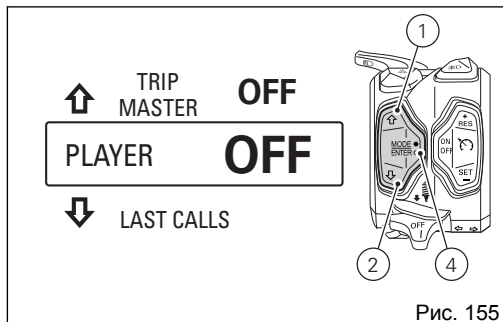
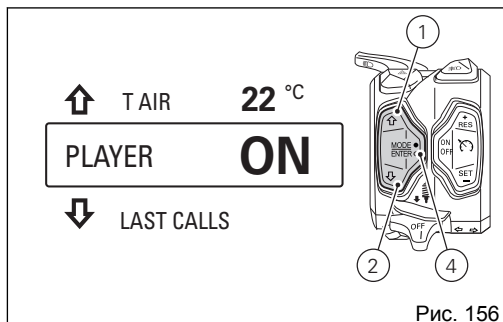
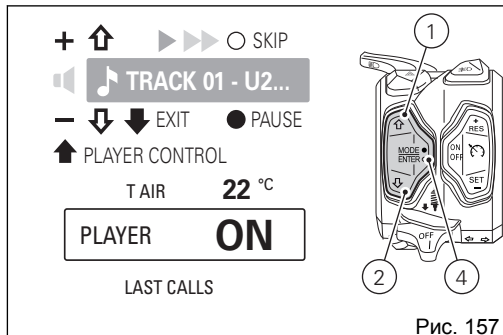

Рис. 155
Рис. 156
Рис. 157
Если плеер отключен, на приборной панели будет отображаться надпись «PLAYER OFF» (Рис. 155). Нажмите на кнопку (4) для включения. На приборной панели отображается надпись «PLAYER ON» и появляется меню плеера сверху меню (Рис. 157).
Если плеер включен, на приборной панели будет отображаться надпись «PLAYER ON» (Рис. 156).
Чтобы выключить плеер, нажмите на кнопку (4). На приборной панели отобразится надпись «PLAYER OFF» (Рис. 155).
Если плеер активирован, и вы находитесь на странице управления плеером (Рис. 157), используйте кнопки (1), (2) и (4) только для управления:
- Добавить громкость: Однократное нажатие кнопки (1).
- Убавить громкость: Однократное нажатие кнопки (2).
- Пауза / воспроизведение: Нажимание кнопки (4) в течение 2 секунд.
- Переход на следующую композицию: Однократное нажатие кнопки (4). При каждом нажатии осуществляется переход на следующую композицию.
Чтобы выйти из меню управления плеером, оставляя при этом плеер включенным, нажмите в течение 2 секунд на кнопку (2): приборная панель выведет на дисплей в меню надпись «PLAYER ON», но отключает меню плеера (Рис. 156).
- кнопки (1), (2) и (4) снова выполняют характерные им функции.
Для выключения плеера после выхода из меню плеера нажмите на кнопку (4). На приборной панели отображается надпись «PLAYER OFF» (Рис. 155).